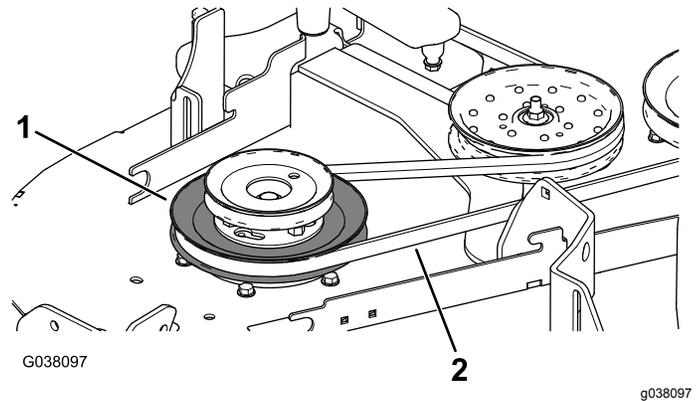

Bild 30
6. Verlegen Sie den Mähwerkriemen um die untere Riemenscheibe der doppelten Riemenscheibe (Bild 30).